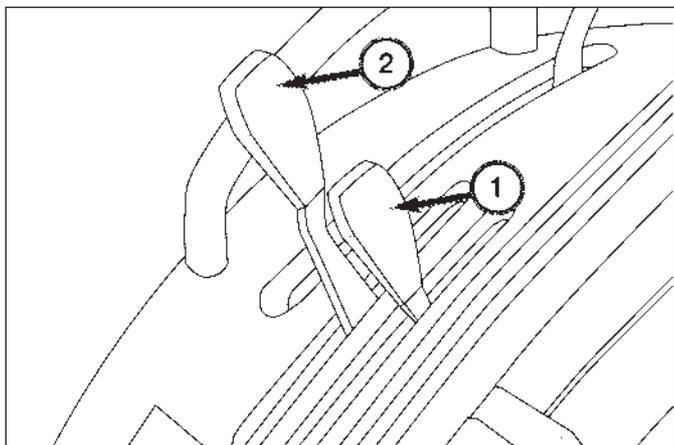

FIG. 5-41
**FIG. 5-41:** Le levier de commande, 1, sert à lever/abaisser l'équipement quand le premier jeu de raccords à distance est utilisé. Le levier de commande, 2, sert à commander l'équipement quand le deuxième jeu de raccords à distance est utilisé (kit à deux vannes uniquement). Les leviers de commande sont ramenés par un ressort de rappel au point mort, depuis les positions normales de levage ou d'abaissement. Si les leviers sont poussés complètement vers l'avant, ils sont bloqués par un cliquet en position de flottement. La position de flottement sert avec un chargeur ou une pelle pour faire « flotter » à la surface la fourche ou le godet. Elle sert aussi pour certaines applications d'équipement.